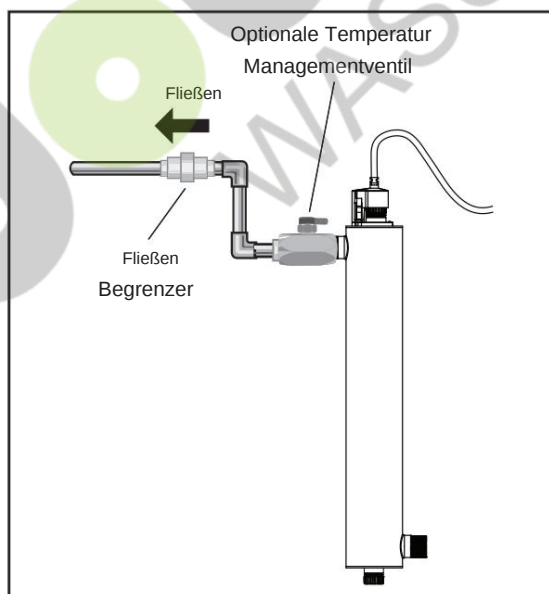

Abbildung 5 Durchflussbegrenzer
3. Befestigen Sie das System mit den mitgelieferten Klammern an der Wand. Es gibt verschiedene Anschlussmethoden, um die Wasserquelle mit dem System zu verbinden, es werden jedoch Verbindungsstücke vom Typ Union empfohlen. Die Verwendung eines Durchflussbegrenzers hilft dabei, den vom Hersteller angegebenen Durchfluss aufrechtzuerhalten. Der Durchflussbegrenzer sollte am Auslassanschluss installiert werden und ist so konzipiert, dass er nur in eine Richtung installiert werden kann. Stellen Sie sicher, dass der Wasserfluss der auf dem Durchflussbegrenzer angegebenen Durchflussrichtung entspricht. Siehe Abbildung 5.